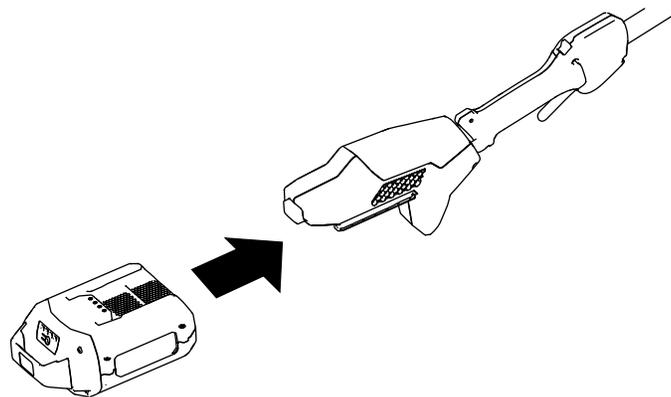

図 10
3. バッテリーパックのくぼみを、ハンドルハウジングの舌部に合わせる 図 10。